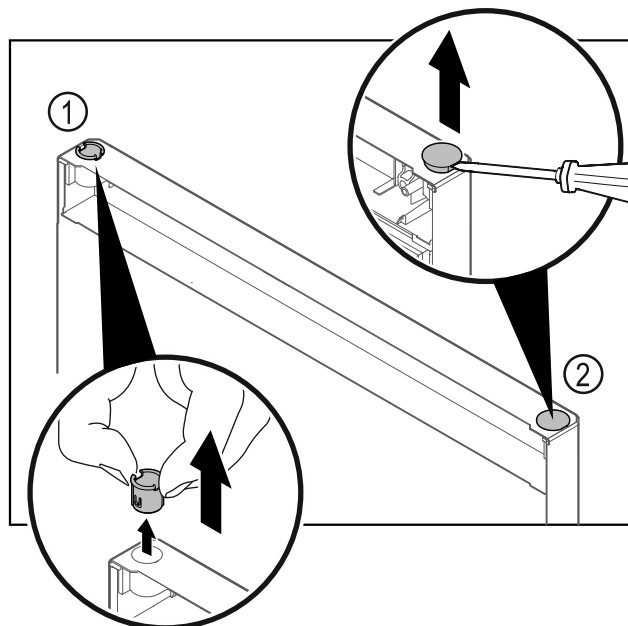

Fig. 11
- Extraer el casquillo de bisagra Fig. 11 (1) con los dedos.
- Levantar cuidadosamente el tapón Fig. 11 (2) con un destornillador para tornillos de cabeza ranurada y extraerlo.